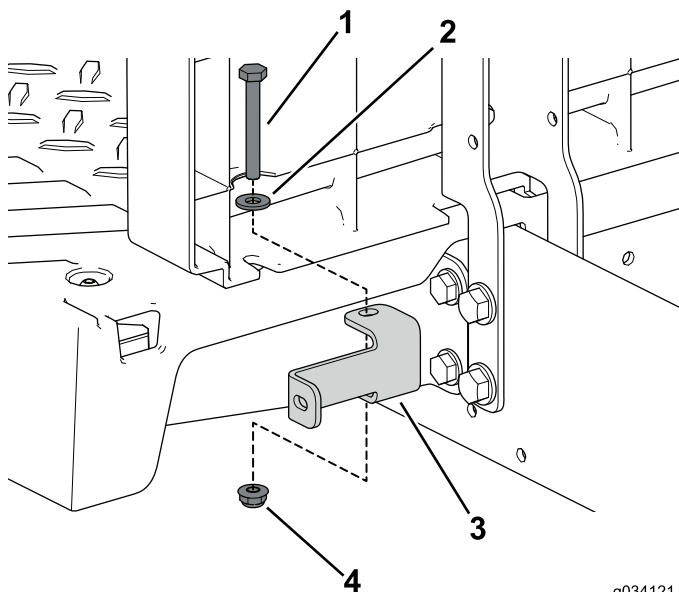

Bild 41
6. Befestigen Sie die linke und rechte Plattenhalterung mit den zwei Schrauben ($\frac{1}{4}$ " x 2 "), der Scheibe und Sicherungsmutter an der Maschine (Bild 41).
7. Befestigen Sie die linke und rechte Plattenhalterung mit den zwei Schrauben (1/4" x 2"), der Scheibe und Sicherungsmutter an der Maschine (Bild 41).